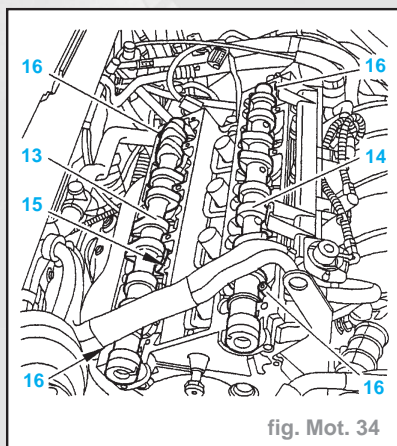

fig. Mot. 34
- S'assurer de la présence des 4 centreurs (16) (fig. Mot. 34) (la figure montre la culasse sur véhicule).